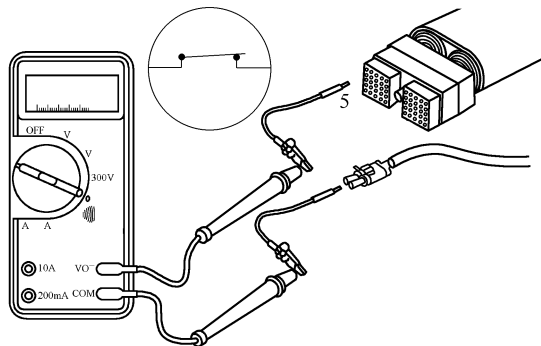

图 5-181 测量触针 5 与电磁阀插头端子间的电阻
(2) 电阻检查
① 从 ECM 上断开执行器线束插头, 从风扇离合器电磁阀上断开 OEM 导线。测量执行器线束插头触针 5 与风扇离合器电磁阀插头端子间的电阻 (图 5-181), 万用表应显示闭路, 电阻小于 10Ω 。